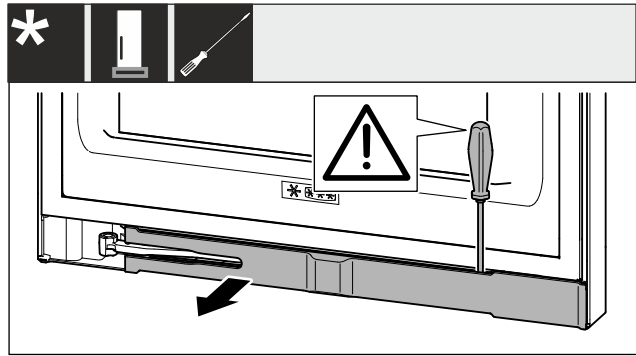

Fig. 3
- ▶ За допомогою шліцевої викрутки звільніть накладку від фіксатора та поверніть убік Fig. 3 ()